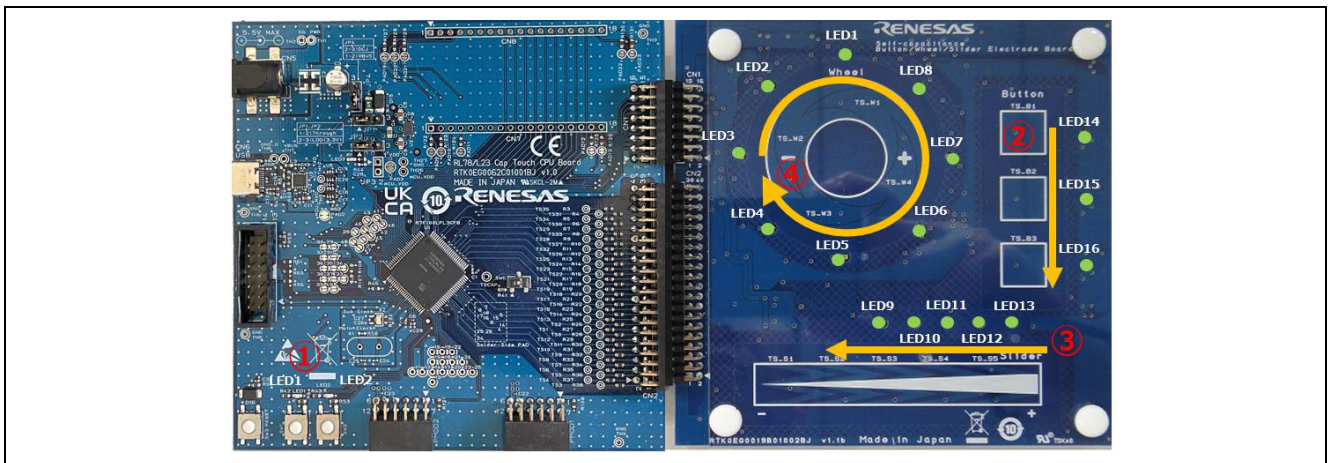

図 1-1 ソフトウェア起動時の LED テスト
1. 電源投入して起動すると LED テストをします。始めに CPU ボードの LED1 と LED2 を点灯します。その後、電極ボードの LED をボタン、スライダ、ホイールの順に点灯と消灯をします。(図 1-1 参照)